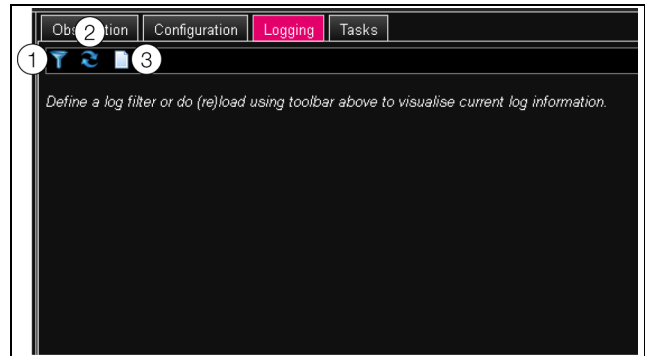

Abb. 41: Registerkarte Logging
- Klicken Sie auf das erste Symbol von links (Abb. 41, Pos. 1).
- Klicken Sie auf das zweite Symbol von links (Abb. 41, Pos. 2).
- Klicken Sie auf das dritte Symbol von links (Abb. 41, Pos. 3).